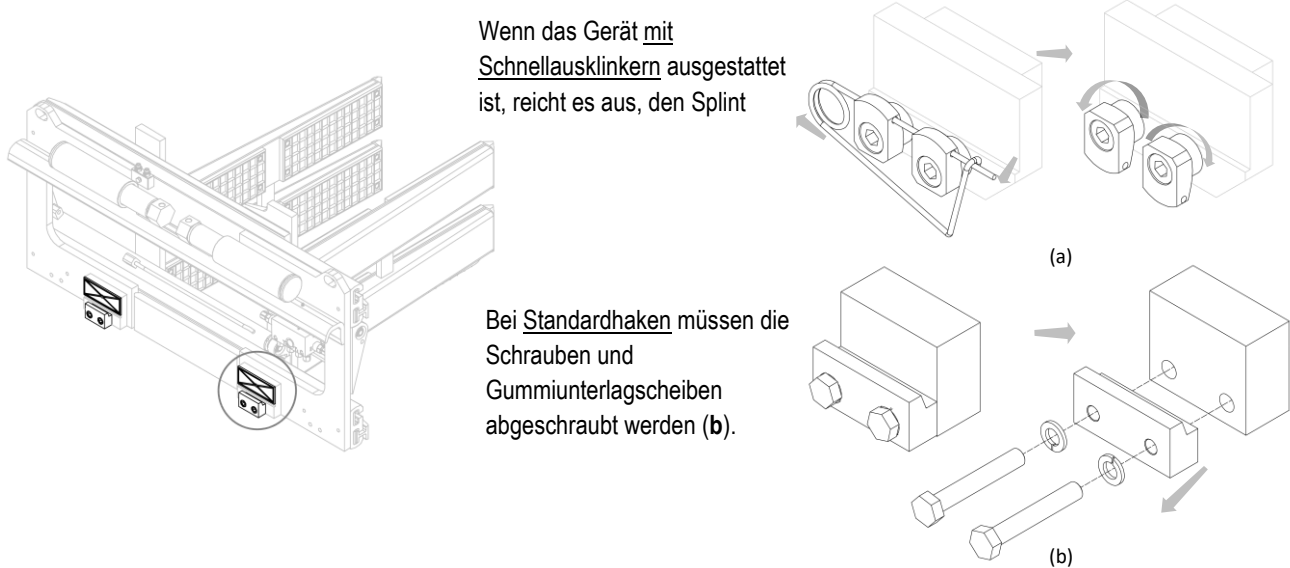

Abbildung 6
5. Nehmen Sie die unteren Haken vom Gerät ab und fetten Sie die Gleitstangen ein (siehe *Abbildung 6*).